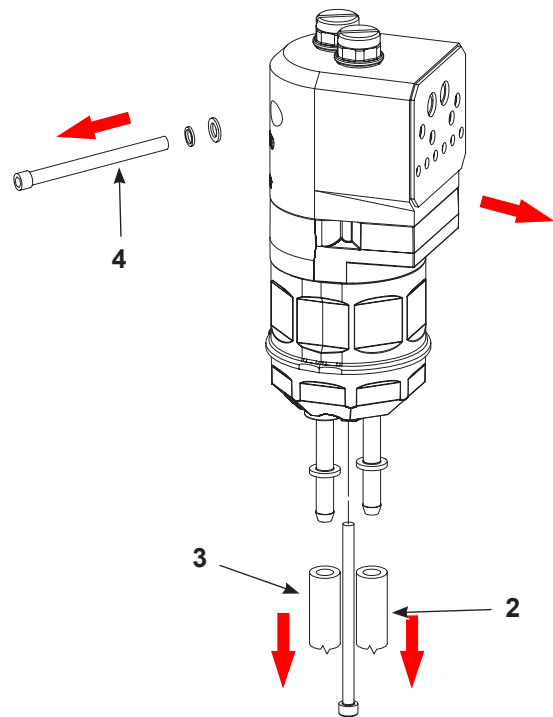
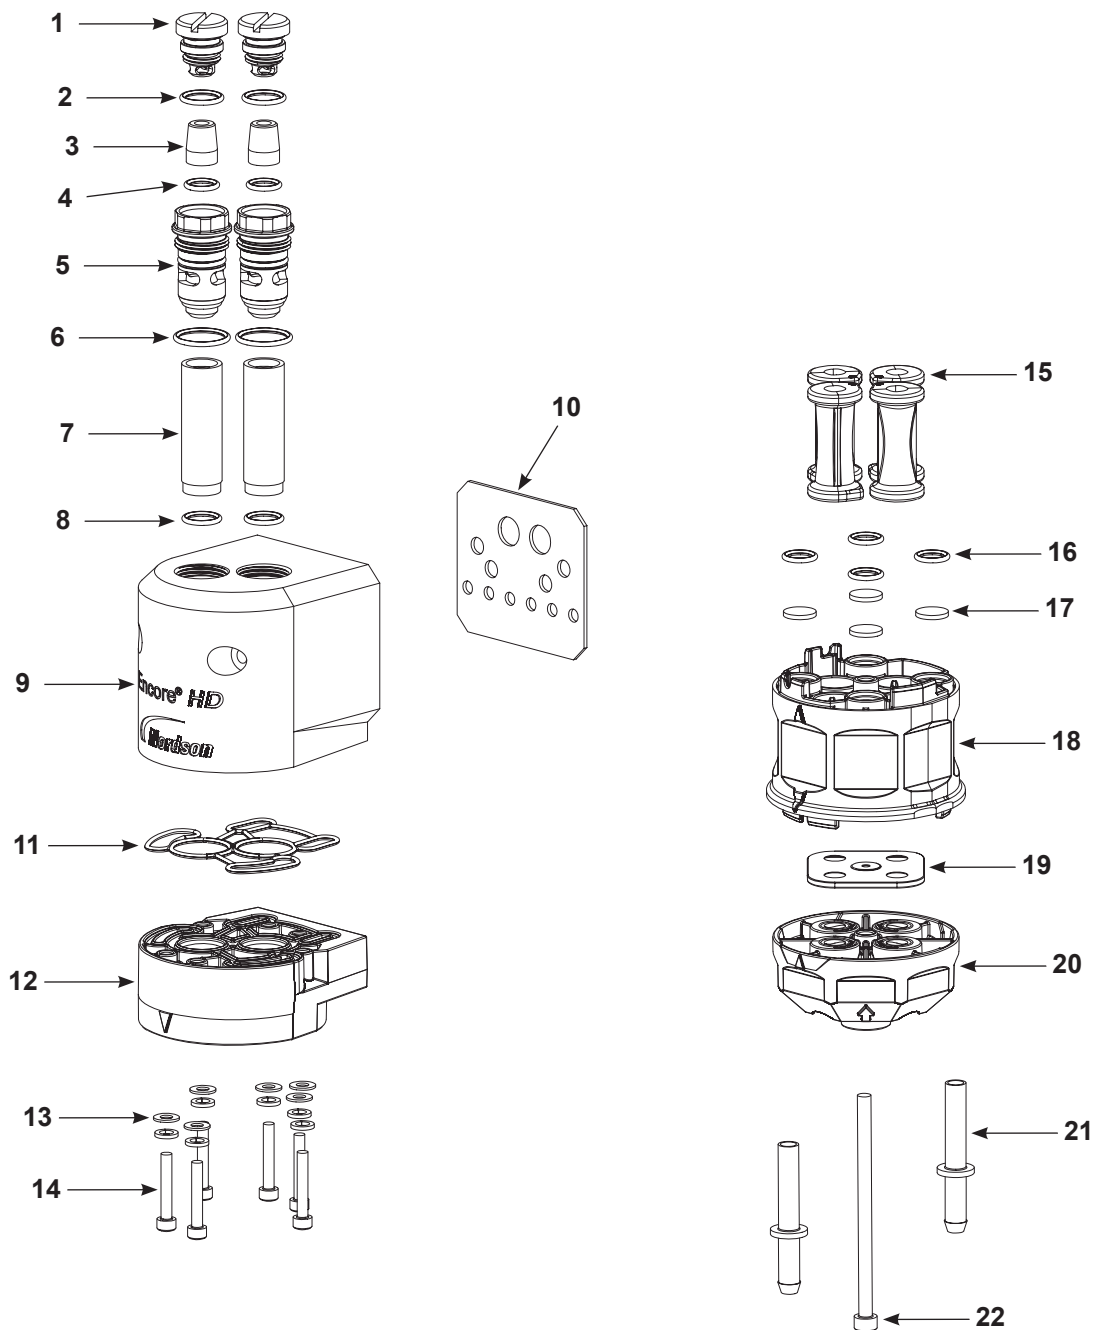

Figure 19 Préparation du démontage de la pompe standard
Figure 20 Démontage de la pompe (modèle illustré Encore HD)
**NOTE :** Le joint plat du bloc en Y (élément 19 dans la Figure 20) doit être remplacé à chaque fois que la pompe est démontée.
2. Voir la Figure 19. Débrancher le tuyau à poudre d'entrée (2) et de sortie (3) du dessous de la pompe.
3. Retirer les accessoires de montage d'armoire qui fixent la pompe à son tableau (4) et déplacer la pompe sur une surface de travail propre.
4. Voir la Figure 20. Démontez la pompe comme illustré en commençant par les tubes de fluidisation. Il est inutile de retirer les joints plats qui sont collés, sauf s'ils sont endommagés. Voir *Remplacement du joint plat de la pompe* à la page 23 si un remplacement est nécessaire.